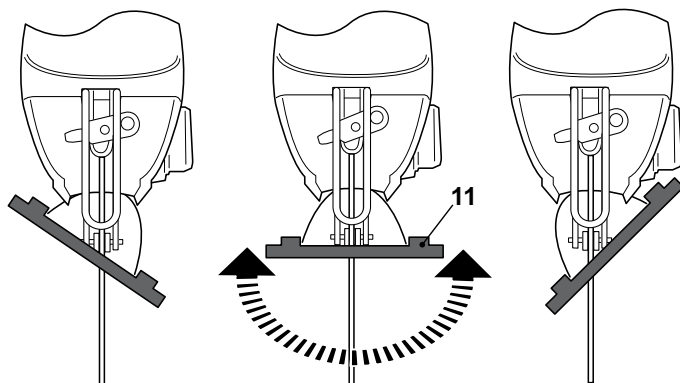

Fig. 8
- > Inclinez la semelle [11] pour régler l'angle de coupe désiré (Fig. 8).